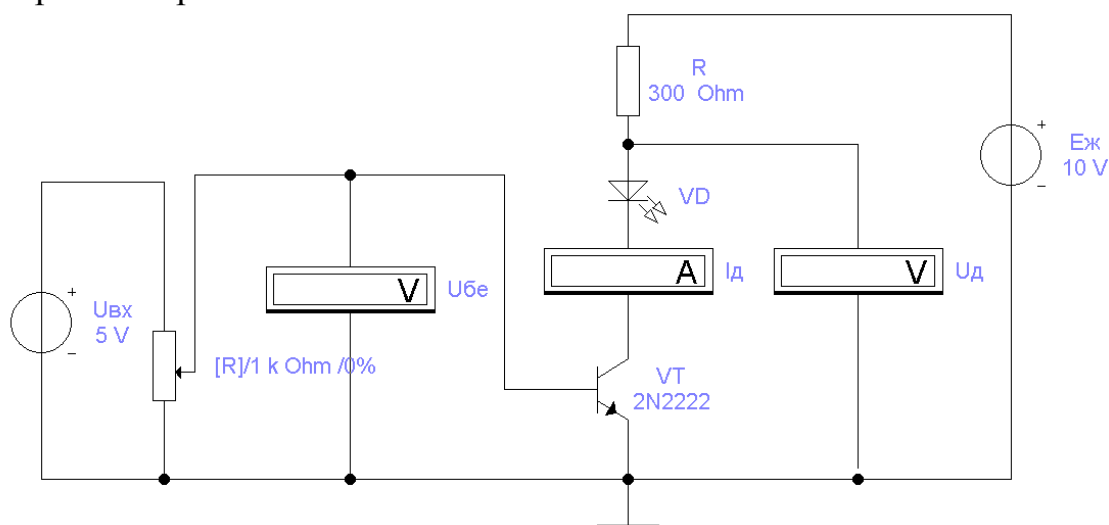

Рисунок 8.4 - Варіант схеми включення світлодіода у колекторне коло транзистора
1. Зібрати схему для дослідження варіанта схеми включення світлодіода у колекторне коло транзистора (рис. 8.4). У запропонованій схемі застосувати транзистор 2N2222.